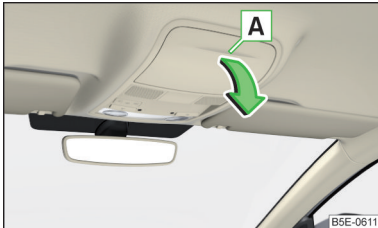

Abb. 108
- Zum **Öffnen** auf den Deckel des Brillenfachs im Bereich **A** drücken. Das Fach klappt in Pfeilrichtung » Abb. 108.